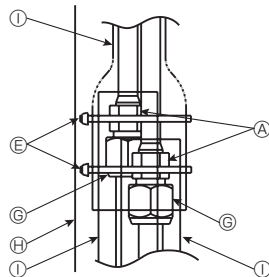

Fig. 3-11
- (3) Couvrir le raccord à l'aide d'un cache-tuyaux et fixer à l'aide d'une bande ④. (Fig. 3-11)